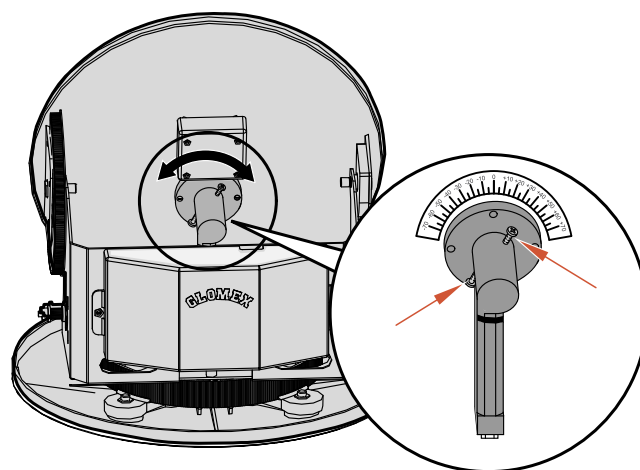

Fig. 35
- desserrer les 2 vis pour le fixage du LNB au disque (voir **Fig. 35**) et déplacer manuellement le disque, en utilisant le paramètre de la qualité du signal du récepteur numérique utilisé comme référence pour un calibrage correct (se référer au manuel du récepteur). Il n'est pas nécessaire de modifier le calibrage si le bateau reste dans la même zone et reçoit la transmission du même satellite.